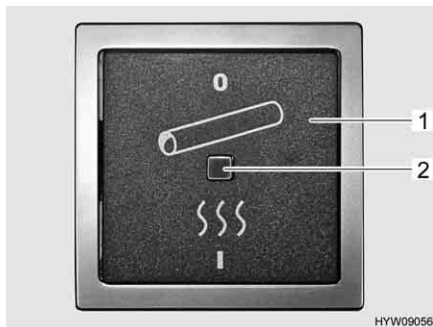

Fig. 135 Interruttore (riscaldamento tubo acque grigie elettrico)
- Portare l'interruttore a bilico (Fig. 135,1) in posizione "I". La spia di controllo (Fig. 135,2) nell'interruttore si accende.
- Portare l'interruttore a bilico (Fig. 135) in posizione "0". La spia di controllo (Fig. 135,2) nell'interruttore si spegne.